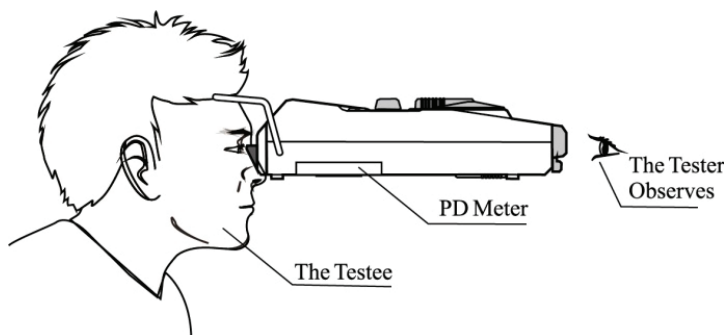

Fig.6
b. Coloque o porta-testa levemente na testa do testado, e o porta-nariz levemente na ponte do nariz do testado, então mantenha o dispositivo em um estado horizontal (como mostrado na Fig.6).